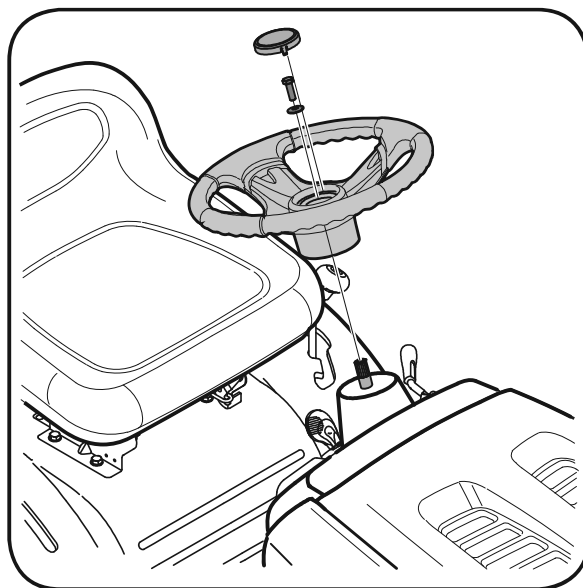

Figura 3-3
2. Encaixe a arruela no centro do volante e aperte com o parafuso hexagonal. Veja a figura 3-3.